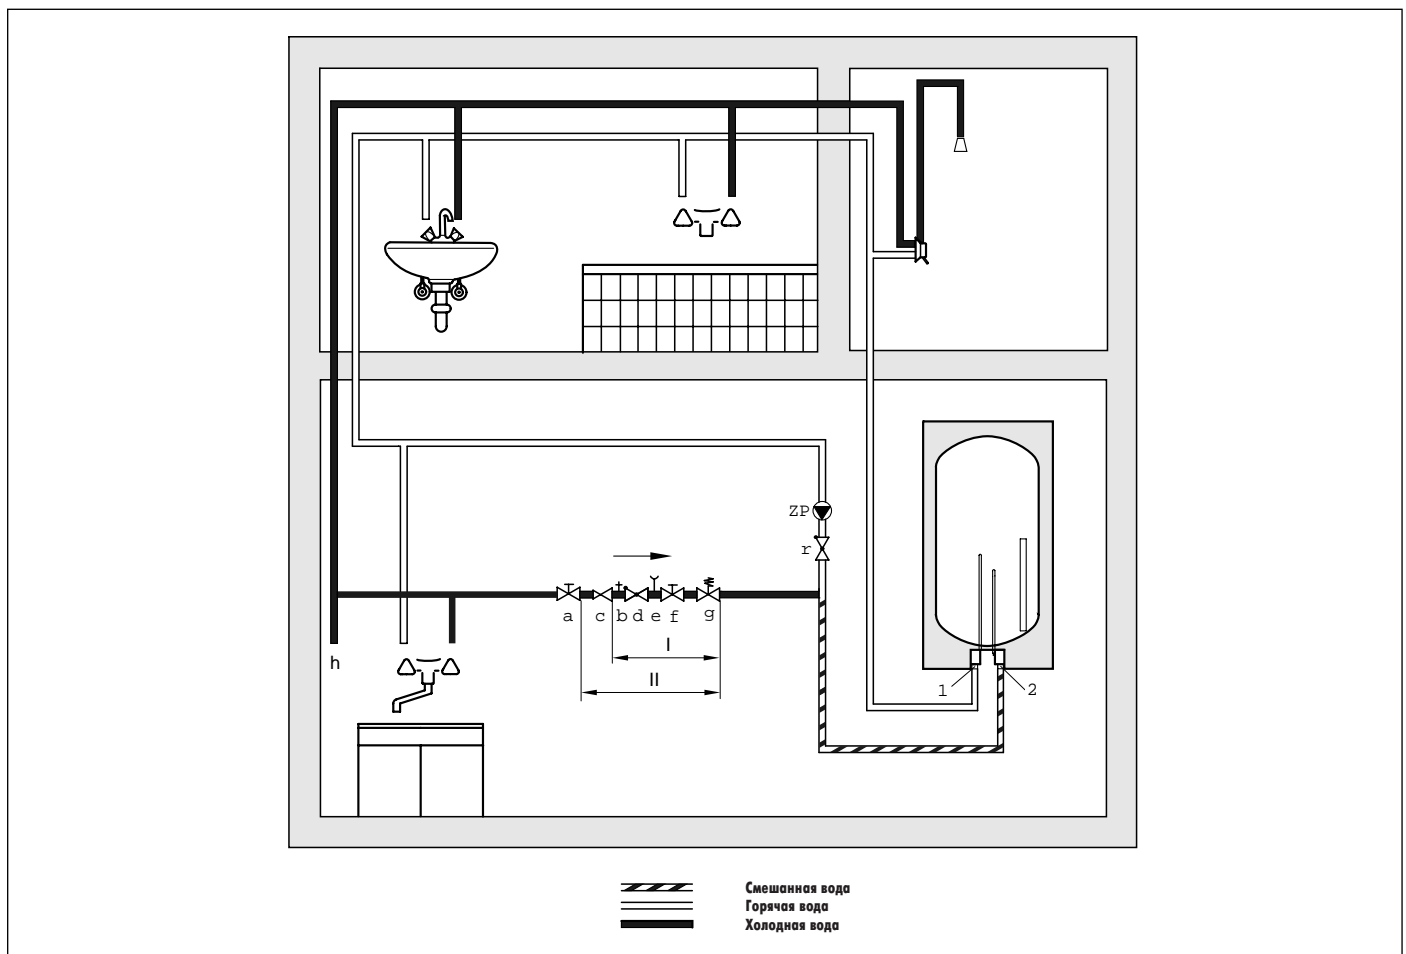

Рис. 9 Пример монтажа при подключении трубопровода обратной циркуляции
Мембранный клапан избыточного давления (g, рис.9) должен регулярно проверяться для предотвращения залипания вследствие отложений кальция.
Как показано на рис. 9, труба горячей воды (1) так соединяется с водоразборными точками, что последняя оказывается не далеко от водонагревателя. После нее устанавливается циркуляционный насос